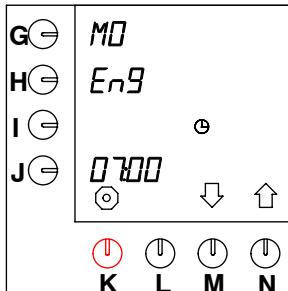

Fig. 30 Ajuste del lenguaje
- Después de 10 segundos, aparece el ajuste por estandar:"EnG" , frente a la tecla de programación, ver fig. 30 .